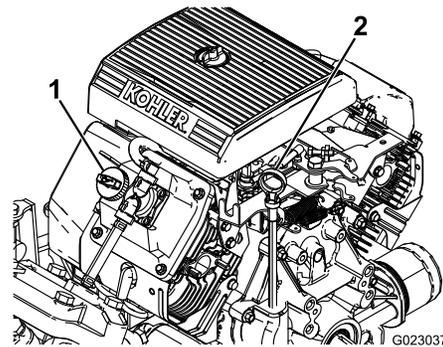

Bild 43
2. Nehmen Sie den Peilstab heraus und wischen Sie ihn mit einem sauberen Lappen ab (Bild 43). Stecken Sie den Peilstab in das Rohr und stellen Sie sicher, dass er vollständig eingeführt ist. Nehmen Sie den Peilstab heraus und prüfen Sie den Ölstand.
3. Wenn der Ölstand niedrig ist, nehmen Sie den Fülldeckel von der Ventilabdeckung ab (Bild 43) und füllen Sie Öl auf, bis der Ölstand die VOLL-Markierung am Peilstab erreicht. Gießen Sie Öl langsam ein und prüfen Sie den Ölstand häufig während des Füllens. Nicht überfüllen.
8. Gießen Sie ungefähr 80 % der angegebenen Ölmenge langsam in den Öleinfüllstutzen (Bild 43).